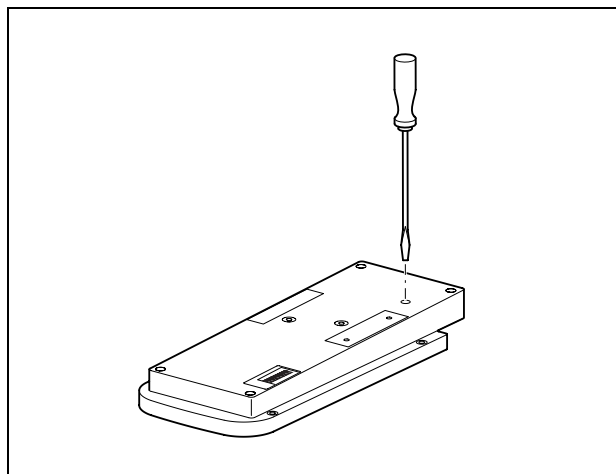

figura 5.1: Ajustar o volume de saída
- 1 Utilize uma chave de parafusos para ajustar o volume de saída da consola de chamadas. Gire para a direita para aumentar o volume de saída da consola de chamadas ou para a esquerda para diminuir o volume de saída. Consulte figura 5.1.